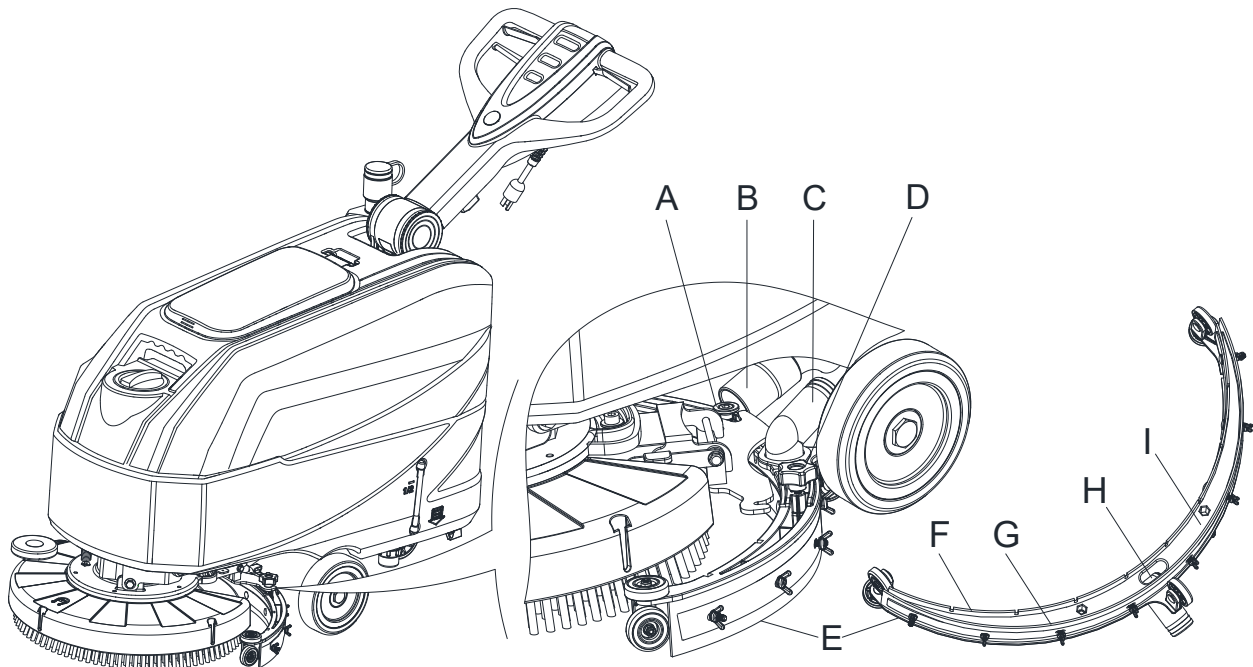
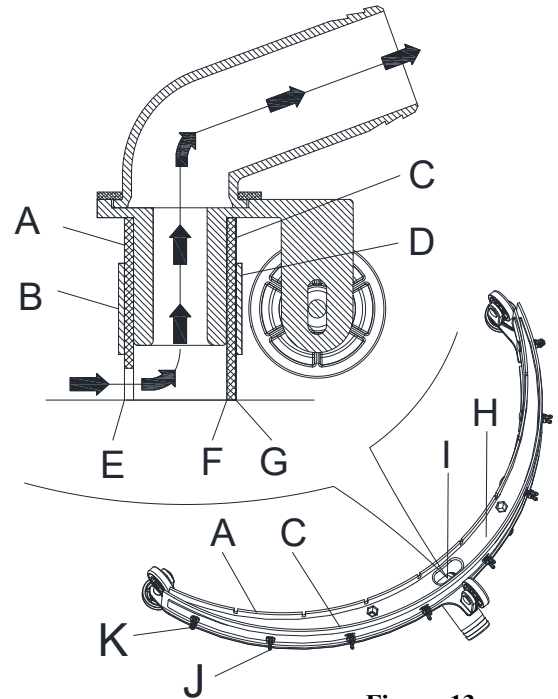

Figura 12
Figura 13
4. Desconecte el tubo de aspiración (B, Figura 12) del conector de la boquilla (C).
5. Afloje los reguladores (D) y retire la boquilla (E).
6. Limpie la boquilla de acero o de plástico (E, Figura 12). Limpie los compartimentos (I) y especialmente el orificio (H). Controle que el labio delantero (F) y el trasero (G) estén en buenas condiciones, que no presenten cortes ni desgarros; de lo contrario, sustitúyalos (véase el procedimiento en el párrafo siguiente).
2. Compruebe si los bordes (E, Figura 13) del labio delantero (A) y los bordes (F) del labio trasero (C) están en el mismo nivel, a lo largo de su longitud; si es necesario, ajuste su altura según el siguiente procedimiento:
- Afloje las tuercas de mariposa (J) y ajuste el labio delantero (A) y el trasero (C) y después apriete todas las tuercas de mariposa.
3. Compruebe que el labio delantero (A) y el trasero (C) estén en buenas condiciones, que no estén cortados o desgarrados, de lo contrario, sustitúyalos según el procedimiento siguiente. Compruebe si la esquina delantera (E) o la esquina trasera (F) está desgastada; si es necesario, dé vuelta el labio para sustituir la esquina desgastada con aquella en buenas condiciones. Si ambas las esquinas están demasiado desgastadas, reemplace el labio de acuerdo con el siguiente procedimiento:
- Retire las tuercas de mariposa (J) y el tornillo (K), extraiga la cinta de sujeción (B), después sustituya/dé vuelta el labio delantero (A). Monte el labio en orden contrario al desmontaje.
- Retire las tuercas de mariposa (J) y el tornillo (K), extraiga la cinta de sujeción (D), después sustituya/dé vuelta el labio trasero (C). Monte el labio en orden contrario al desmontaje. Después de cambiar el labio (o de haberlo dado vuelta), monte la boquilla como se muestra en el paso anterior.
4. Instale la boquilla (E, Figura 12) y atornille los reguladores (D, Figura 12), como se ha ilustrado en el párrafo anterior.
5. Conecte el tubo de aspiración (B, Figura 12) a la boquilla (C, Figura 12).